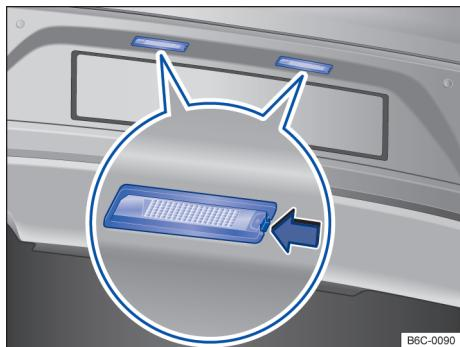

Fig. 135 No para-choque traseiro: lanterna da placa de licença.
- ➂ Com o auxílio de uma chave de fenda, pressionar a trava → Fig. 135 (seta) para remover o conjunto.